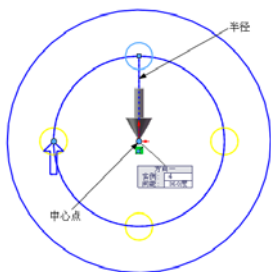

图 2-30 拖动所选点来改变半径、角度和实例之间的间距
- (5) 单击绘图区可实现预览，以查看整个排列。
- (6) 可以拖动其中的一个所选点来设置半径、角度和实例之间的间距，如图 2-30 所示。
- (7) 单击“确定”按钮，完成草图实体的圆周阵列。